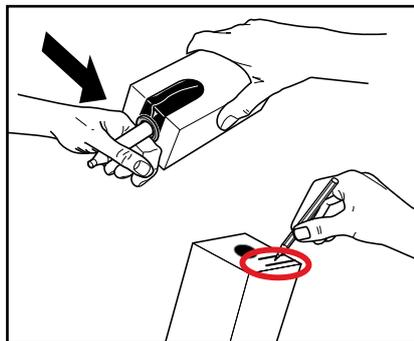

Fig. 19
4. Remova o invólucro de plástico e escreva a data de validade no pacote de produto. (Fig. 19)
5. Siga as instruções impressas no pacote de produto para abrir o dosador. (Fig. 19)